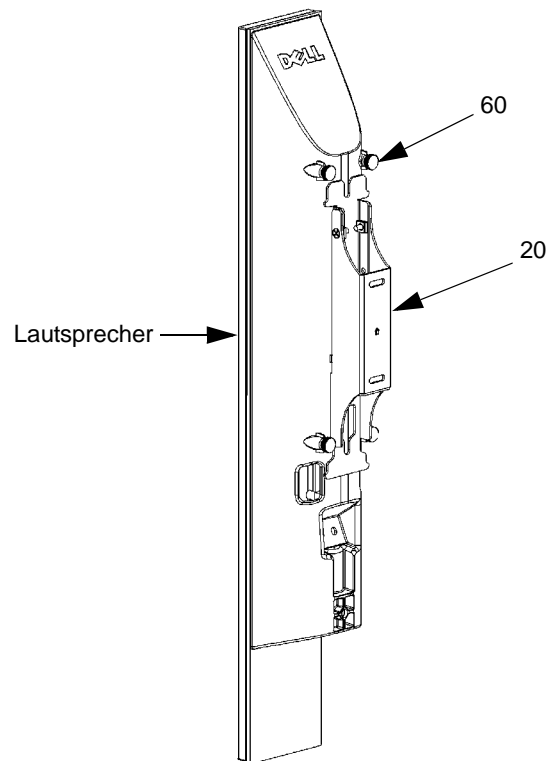

Abbildung 15. Vier Rändelschrauben lockern
1. Den Lautsprecher mit einer Hand festhalten und gleichzeitig die vier Rändelschrauben (60) lockern, die den Lautsprecher an der Wandhalterung (20) befestigen. (Siehe Abbildung 15.)